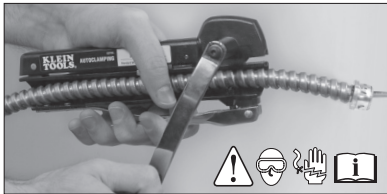

FIG. 1
STEP 1 – ASSEMBLY (SEE FIG. 1 ON BACK PAGE)
1. Using a small screwdriver, remove storage cartridge (A) from drive knob (B).
2. Remove cutter blade (C) from the storage cartridge. Replace cartridge after blade is removed.
3. Remove small thumbscrew (D) on cutter body to fully open two cutter body halves.
4. Remove nut (E) from end of drive axle (F) opposite the handle.
5. Insert drive axle and handle assembly into cutter body (G).
6. Place blade onto drive axle with Klein Tools logo facing outwards (H), ensuring blade is fully seated on hex portion of axle.
PASO 1 – ENSAMBLE (CONSULTE LA FIG. 1 AL DORSO)
1. Con un desarmador pequeño, quite el cartucho de almacenamiento (A) de la perilla de mando (B).
2. Retire la cuchilla (C) del cartucho de almacenamiento. Reponga el cartucho después de retirar la cuchilla.
3. Extraiga el tornillo de mariposa pequeño (D) del cuerpo del cortador para abrir ambas mitades del cortador por completo.
4. Quite la tuerca (E) del extremo del eje de mando (F) opuesto al mango.
5. Introduzca el conjunto de eje de mando y mango en el cuerpo del cortador (G).
6. Coloque la cuchilla en el eje de mando de modo que el logotipo de Klein Tools quede hacia afuera (H). De esta forma se garantiza que la cuchilla quede completamente asentada en la parte hexagonal del eje.
ETAPA 1 – MONTAGEM (CONSULTE A FIG. 1 NO VERSO DA PÁGINA)
ÉTAPE 1 – ASSEMBLAGE (VOIR FIG. 1 À LA PAGE ARRIÈRE)
1. À l'aide d'un petit tournevis, retirez la cartouche de rangement (A) du bouton du mécanisme (B).
2. Retirez la lame de coupe (C) de la cartouche de rangement. Remplacez la cartouche après avoir retiré la lame.
3. Retirez la petite vis de serrage (D) du corps du coupe-câble pour ouvrir complètement les deux moitiés du corps de l'outil.
4. Retirez l'écrou (E) de l'extrémité de la tige d'entraînement (F) à l'opposé de la poignée.
5. Insérez l'extrémité de l'assemblage de la tige d'entraînement et de la poignée dans le corps de l'outil (G).
6. Placez la lame sur la tige d'entraînement, le logo Klein Tools orienté vers l'extérieur (H), en vous assurant d'insérer solidement la lame dans la portion hexagonale de la tige.